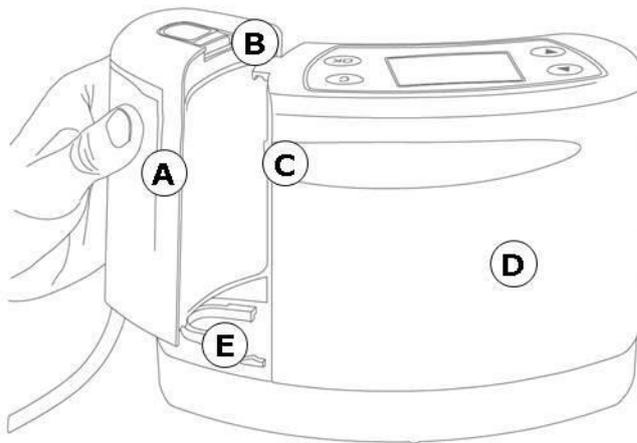

Abb. 6 Anschluss des Einweg-Sekretbehälters
1. Nehmen Sie den Einweg-Sekretbehälter (Abb. 6(A)) aus der Verpackung.
2. Schieben Sie den Behälter auf die Führungsschiene (Abb. 6(E)) am **ASSKEA ped M**, bis der Einweg-Sekretbehälter hörbar an der Verriegelung (Abb. 6(B)) einrastet.
Die Konnektierung des Einweg-Sekretbehälters (750 ml) erfolgt ebenfalls gemäß der Abb. 6.
4. Drücken Sie auf die Verriegelung oben am Behälter (Abb. 6(B)), halten Sie diese gedrückt und ziehen Sie den Einweg-Sekretbehälter waagrecht vom Gerät weg.